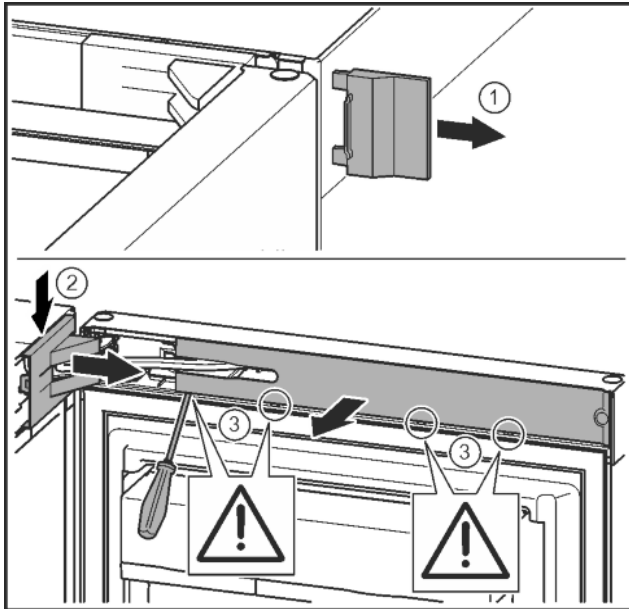

Fig. 6
- ▶ Äußere Abdeckung abnehmen. Fig. 6 (1)
- ▶ Lagerbockabdeckung mit Hilfe eines Schraubendrehers austrasten und lösen. Lagerbockabdeckung abnehmen. Fig. 6 (2)
- ▶ Blende mit Schlitzschraubendreher austrasten und zur Seite schwenken. Fig. 6 (3)